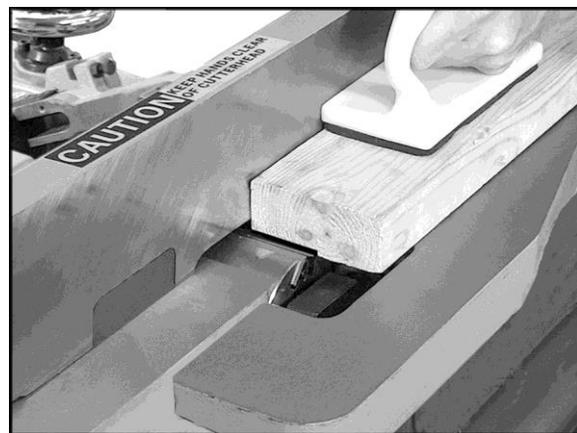

Figure 42
Un refeuillage est une coupe de rainure le long de l'extrémité d'un panneau. Voir la Figure 42. la largeur et l'épaisseur du bois à refeuille dépendent de la largeur et de la longueur du refeuillage. Toutefois, ne refeuiliez jamais un morceau de bois d'une longueur inférieure à 12".
- Connectez à nouveau la dresseuse à une source d'énergie. Il est plus facile et plus sécurisant d'effectuer une série de coupes peu profondes. Abaissez la table d'alimentation de $1/32$ " d'un seul coup et effectuez des coupes successives jusqu'à ce que vous obteniez la profondeur de refeuillement souhaitée. Voir Figure 42.